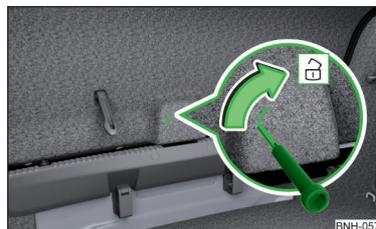

Abb. 258
- › In die Aussparung in der Klappenverkleidung » **Abb. 258** einen Schraubendreher oder ein ähnliches Werkzeug bis zum Anschlag einführen.